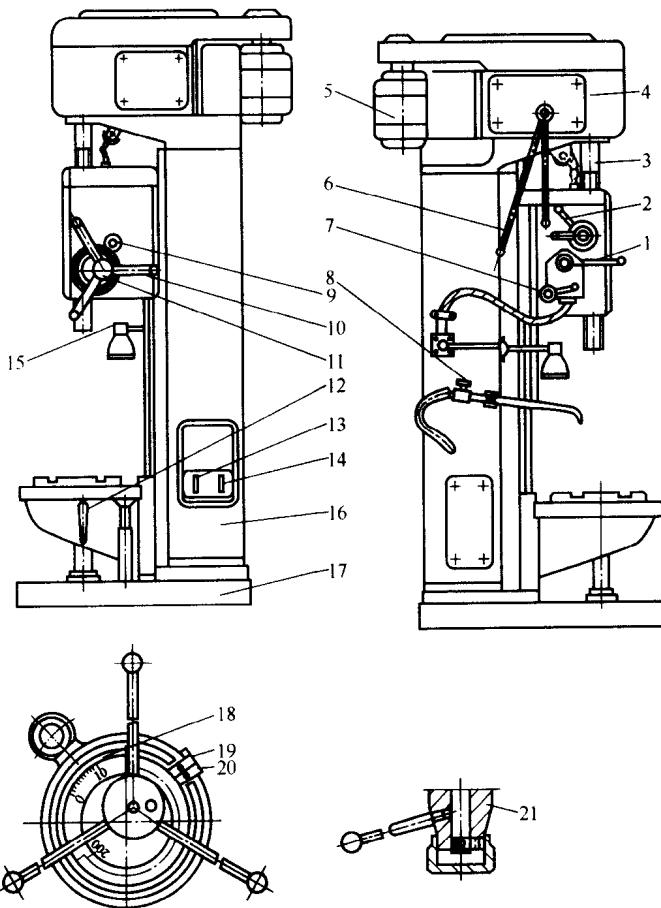

图 1-2 立式钻床结构
② 台式钻床用途 用于钻孔和扩孔，钻孔直径为 0.1~15mm。主要是钻、扩小型零件上的孔，加工精度要比手电钻钻孔精度高。
③ 台式钻床的工作方法 固定钻削工具钻头的主轴由电动机通过 V 型带传动旋转，通过改变 V 带传动轮的直径，使主轴可得到五种转速。主轴与工作台的高度距离可摇动手柄“2”进行调整，位置调整合适后，用手柄“7”锁紧固定。被加工零件用虎钳或螺栓固定在工作平台“8”上。钻孔时启动电动机，钻头由钻夹固定在主轴上，被主轴带动旋转，工作时，扳动手轮“6”使主轴带动钻头升降，完成钻孔。
(2) 立式钻床
① 立式钻床结构 (见图 1-2) 主要组成零部件有：电动机、V 带传动、齿轮变速箱、进刀箱、工作台、机座、机身和各种动作控制操作用手轮和手柄。
② 立式钻床用途 用于对中小型零件的钻孔。另外，还可对零件进行扩孔、锪孔、铰孔、镗孔和攻螺纹等工作。在钳工维修时应用比较广泛。其最大钻孔直径分为 25mm、35mm、40mm 和 50mm 几种规格。
③ 立式钻床工作方法 固定切削工具钻头的主轴，由电动机“5”通过 V 带和齿轮变速箱“4”驱动旋转、调整手柄“6”得到不同的转速。钻头工作的进给速度和进给量由手柄“2”控制，进给量可在 0.11~1.6mm/r 范围内调整。钻头工作的升降由手轮“10”控制：逆时针转动手轮时为钻头进给（下降），顺时针转动手轮时为钻头退出（上升）。手柄“1”为钻头工作启动手柄，它有三个操作位置，即控制主轴（钻头）能正转、反转和停止转动。